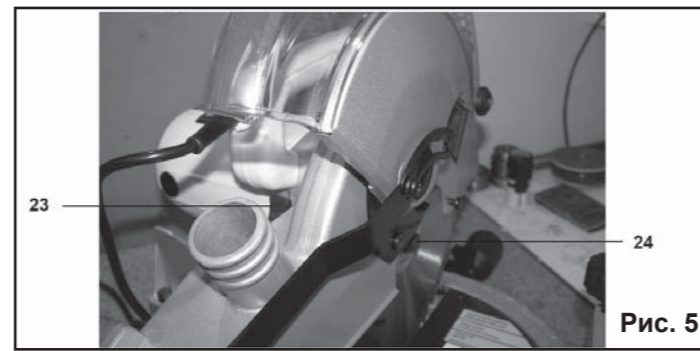
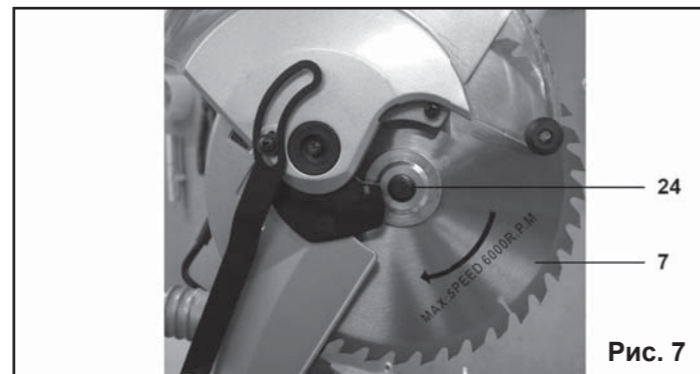
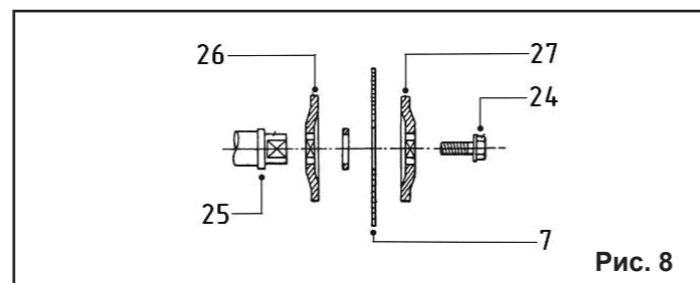

Рис. 5
Рис. 7
Рис. 8
Установите внутренний фланец (26), Рис.8, переход-
ное кольцо, соответствующее посадочному отверстию вашего диска, пильный диск (7) на шпиндель (25), как показано на Рис.8; убедитесь, что зубья пильного диска направлены вниз в его передней части.
Установите внешний фланец (27) и болт с шестигранной головкой (24), Рис.8, и, используя торцевой ключ, затяните шестигранный болт (24), Рис.7,8, вращением против часовой стрелки, все время придерживая в нажатом состоянии кнопку блокировки пильного диска (23), Рис.5. Установите на место верхний кожух (2) и затяните винты (21) и (22), Рис. 4.